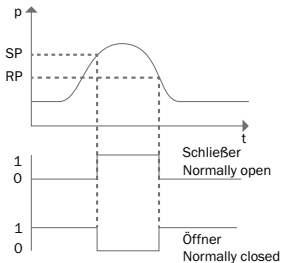

Abbildung 2: Hysteresefunktion bei Überdruck
Bei steigendem Systemdruck schaltet der Ausgang bei Erreichen des jeweiligen Schaltpunktes (SP). Fällt der Druck wieder ab, schaltet der Ausgang erst wieder zurück, wenn der Rückschaltpunkt (RP) erreicht ist. Wenn der anliegende Druck um den am Druckschalter eingestellten Schaltpunkt schwankt, hält die Hysterese den Schaltzustand der Ausgänge stabil (siehe Abbildung 2).